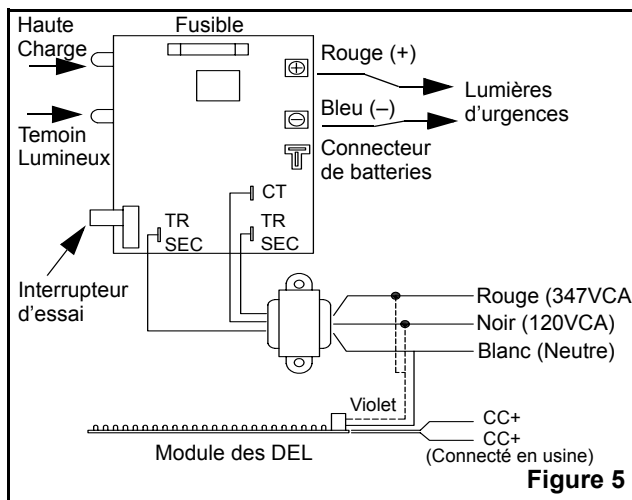

Figure 5
- Effectuer les connexions nécessaires: l'unité accepte une tension de 120Vca ou 347Vca(voir fig.5). **Pour opération à 120Vca:** raccorder le fil violets et le fil noir au service de l'édifice (120V) et le blanc au neutre. **Pour opération à 347Vca:** raccorder le fil violet et le fil rouge au service de l'édifice (347V) et le blanc au neutre. Pousser les fils dans la boîte de jonction.